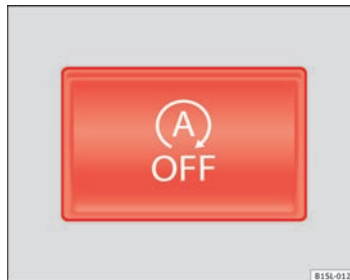

Abb. 101 In der Mittelkonsole oben: Taste für Start-Stopp-System.
- Taste  in der Mittelkonsole drücken → Abb. 101.